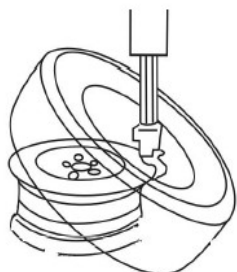

Рис. 21
- Положите покрывку на обод, левой стороной вверх, переведите поворотный рычаг в исходное положение и установите его в рабочее положение (рис. 21)